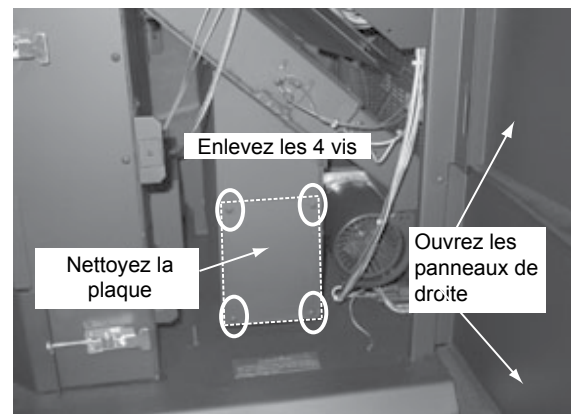

Figure 34.3
1. Ouvrez les panneaux latéraux de droite inférieurs et supérieurs. **Figure 34.3.**
2. Utilisez un tournevis à tête cruciforme pour enlever les 4 vis fixant la butée de porte au cadre de montage, et mettez-les de côté. **Figure 34.3.**